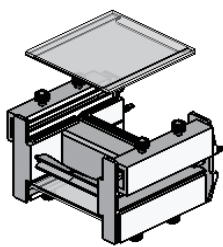
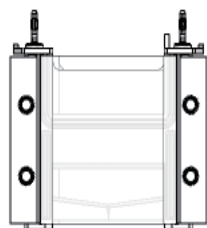

图2. 放入两块玻璃组成的凝胶室
图3. 拧锁紧螺丝锁紧凝胶室
- 放入两块玻璃组成的凝胶室，带凹口的朝向电极头一端（图2）。合上滑块，垂直放置本体，上下同时拧螺栓锁紧凝胶室（图3）。